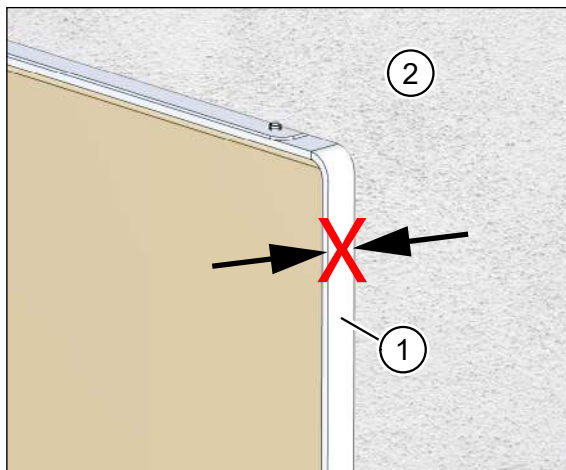

Fig. 61: La cornice intonaco non deve mai sporgere oltre il rivestimento
- La cornice intonaco non deve mai sporgere oltre il successivo rivestimento della parete interna (vedere Fig. 61 a pagina 50). In caso contrario si forma una fessura sgradevole fra cornice intonaco e copertura dell'apparecchio (copertura U2).
- La cornice intonaco (pos. 1 nella Fig. 61) non deve mai sporgere oltre il pannello di cartongesso (pos. 2 nella Fig. 61).